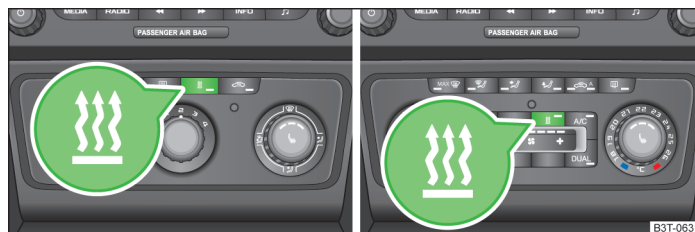

Fig. 111 Tasta pentru activarea/dezactivarea directă de pe elementul de comandă al sistemului de aer condiționat / Climatronic
-  cu tasta de pe unitatea de comandă pentru instalația de climatizare manuală / Climatronic. Lampa de control din tastă se aprinde » fig. 111;
-  cu tasta de pe unitatea de comandă pentru instalația de climatizare manuală / Climatronic. Lampa de control din tastă se stinge » fig. 111;
Dacă instalația funcționează, în tasta simbol  » fig. 111 luminează o lampă de control.